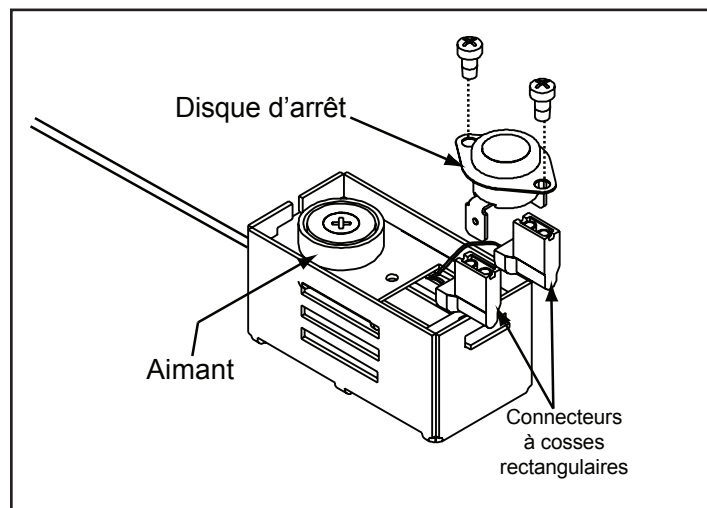

Figure 19.1
3. Tirez le disque d'arrêt et les connexions à cosses rectangulaires vers le haut pour les sortir du support comme illustré à la **figure 19.1**.